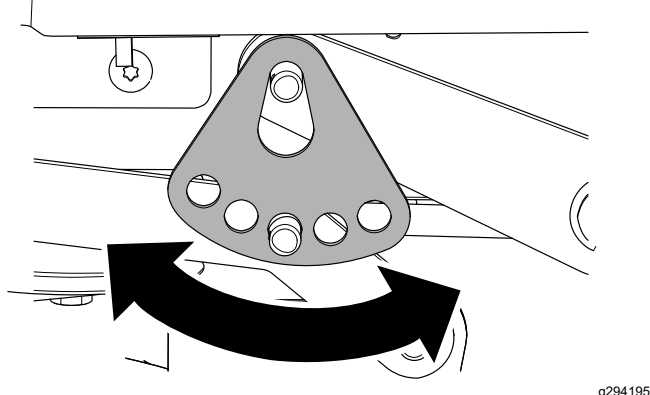

Figure 68
7. Tournez la plaque de hauteur de coupe à un trou différent pour que le poids du tablier de coupe soit soutenu après l'installation de la plaque (Figure 68).
8. Installez la rondelle et la goupille fendue (Figure 68).